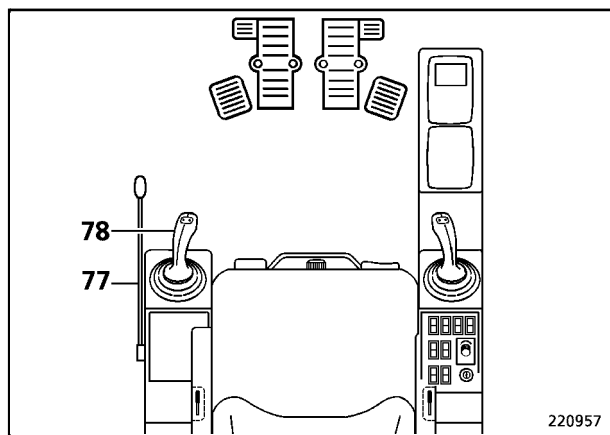

Fig. 11
- Activar el servomando por la palanca (77, Fig. 11).
El movimiento de giro del chasis superior se frenará al volver la palanca de mando giro (78, Fig. 11) a la posición **0**.